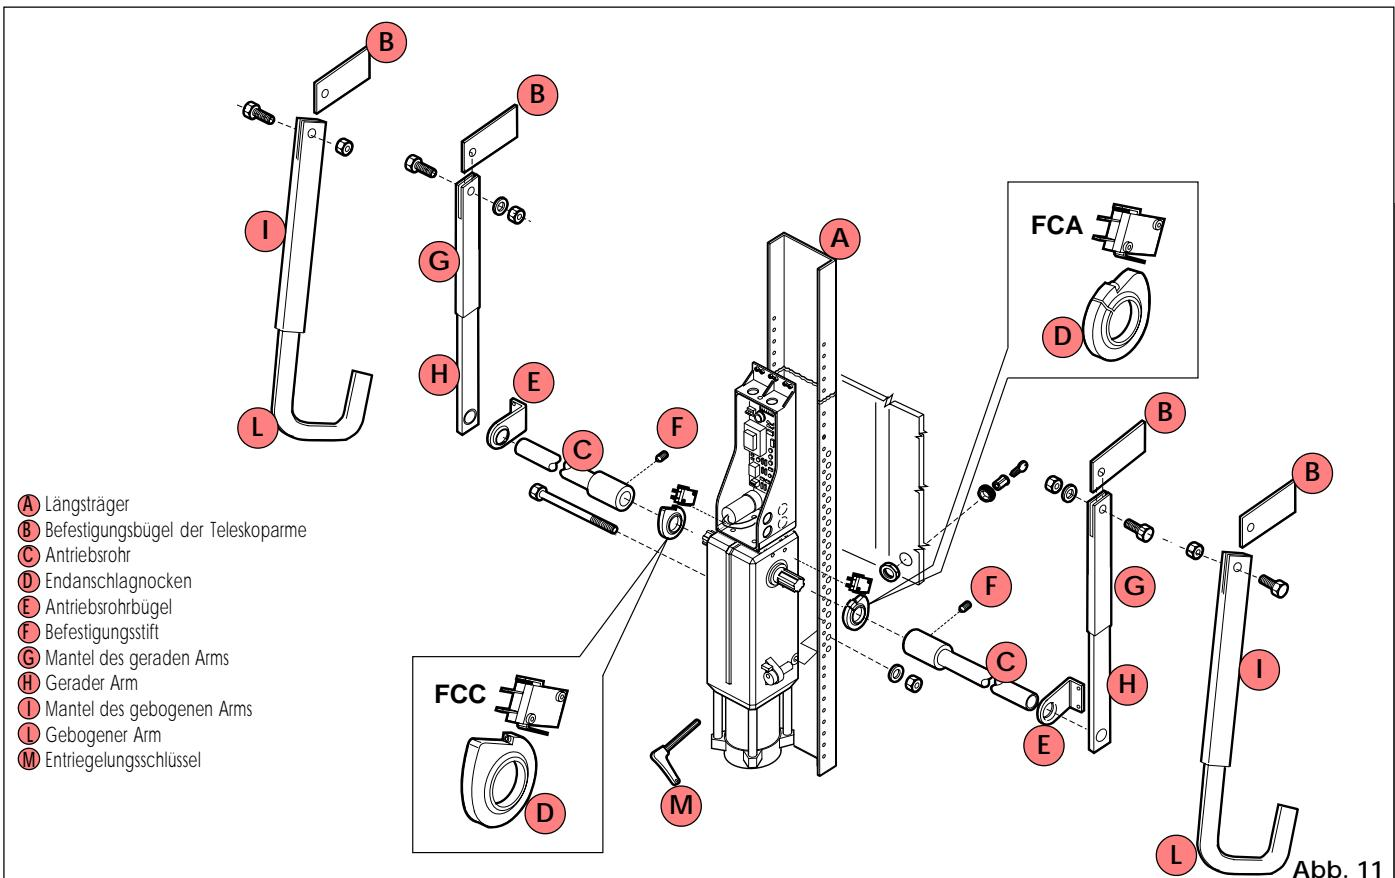

Abb. 11
3) Den Antrieb gemäß Abb. 11 mit den Schrauben aus dem Zubehör am Längsträger befestigen.
Die Teleskoparmmantel gemäß Abb. 11 mit den Bolzen und Schrauben aus dem Zubehör an den Bügeln befestigen.
Bei Verwendung von Endanschlügen (optional) sind wie in Abb. 11 gezeigt zunächst die Nocken einzusetzen.